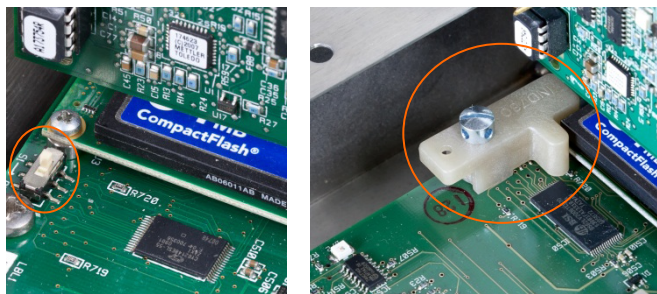

Figure A-113 : Commutateur de sécurité métrologique (gauche) et capot installé (droite)
2. Installez le capot de sécurité pour interdire l'accès à S-1, le commutateur de sécurité métrologique indiqué sur la Figure A-113.